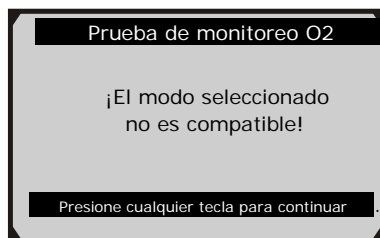

Figura 6.25
- Si el vehículo no admite el modo, se mostrará un mensaje de aviso en la pantalla. (Figura 6.25)